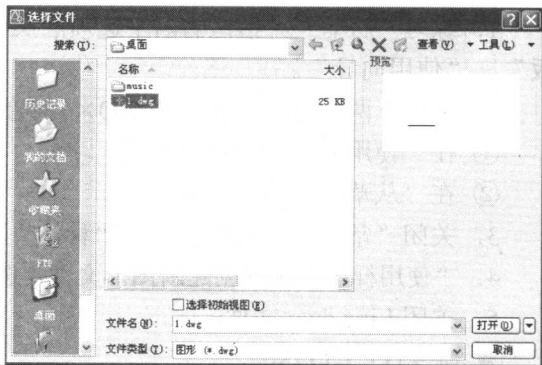

图 1.9 “选择文件”对话框
(4) 打开图形文件 1.dwg 单击菜单【文件】→【打开】，将弹出“选择文件”对话框，如图 1.9 所示，从“搜索”下拉列表指定文件搜索路径“桌面”，选择 1.dwg，在“预览”栏显示指定文件的预览图像，双击要打开的文件名，即可打开该图形。